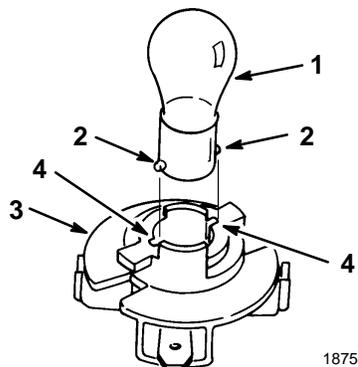

Abbildung 18
4. Die Birne hereindrücken, im Gegenuhrzeigersinn bis zum Anschlag drehen (ca. 1/4 Umdrehung) und aus der Birnenfassung herausnehmen (Abb. 18).
Fassung einsetzen (Abb. 18). Die Birne hereindrücken und bis zum Anschlag im Uhrzeigersinn drehen.